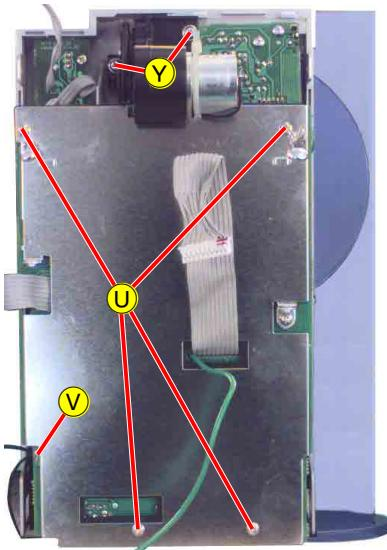

Fig. 12
- 4 Schrauben Ⓟ (Fig. 12) herausdrehen.
- Masselötstelle Ⓡ (Fig. 12) auflöten.
- 3 Schrauben Ⓤ (Fig. 12, 15) herausdrehen.
- Undo 4 screws Ⓟ (Fig. 12).
- Unsolder ground solder connection Ⓡ (Fig. 12).
- Undo 3 screws Ⓤ (Fig. 12, 15).